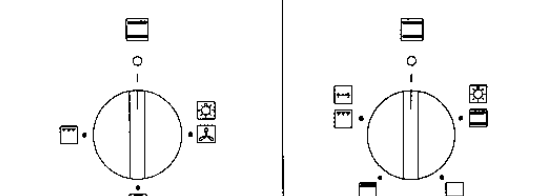

Fig. 10
- 1- Sélectionner le type de cuisson (fig. 10) et la température (fig. 11).
- 1- Sélectionner le type de cuisson (fig. 10) et la température (fig. 9 ou 11).